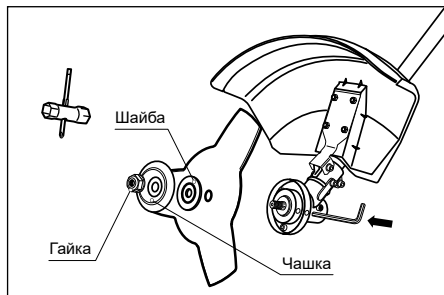

Рис. 9
3. Установите режущий нож на фланцевую шайбу. Убедитесь, что режущий нож правильно отцентрирован и лежит на проточке шайбы. Установите прижимную шайбу. Установите на вал чашку крепления (рис. 9).
- Удерживая стопорный стержень одной рукой, надежно затяните гайку трубчатым ключом (входит в комплект), поворачивая ее против часовой стрелки (рис. 9).